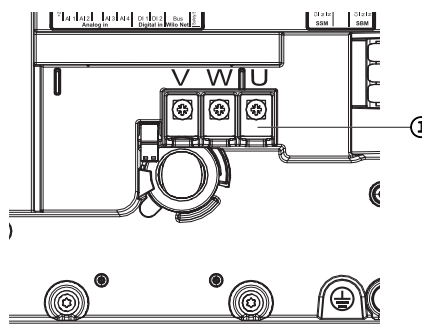

Fig. 115: Motoranslutningsplintar V, W, U
5. Koppla bort motoranslutningskabeln (Fig. 115).